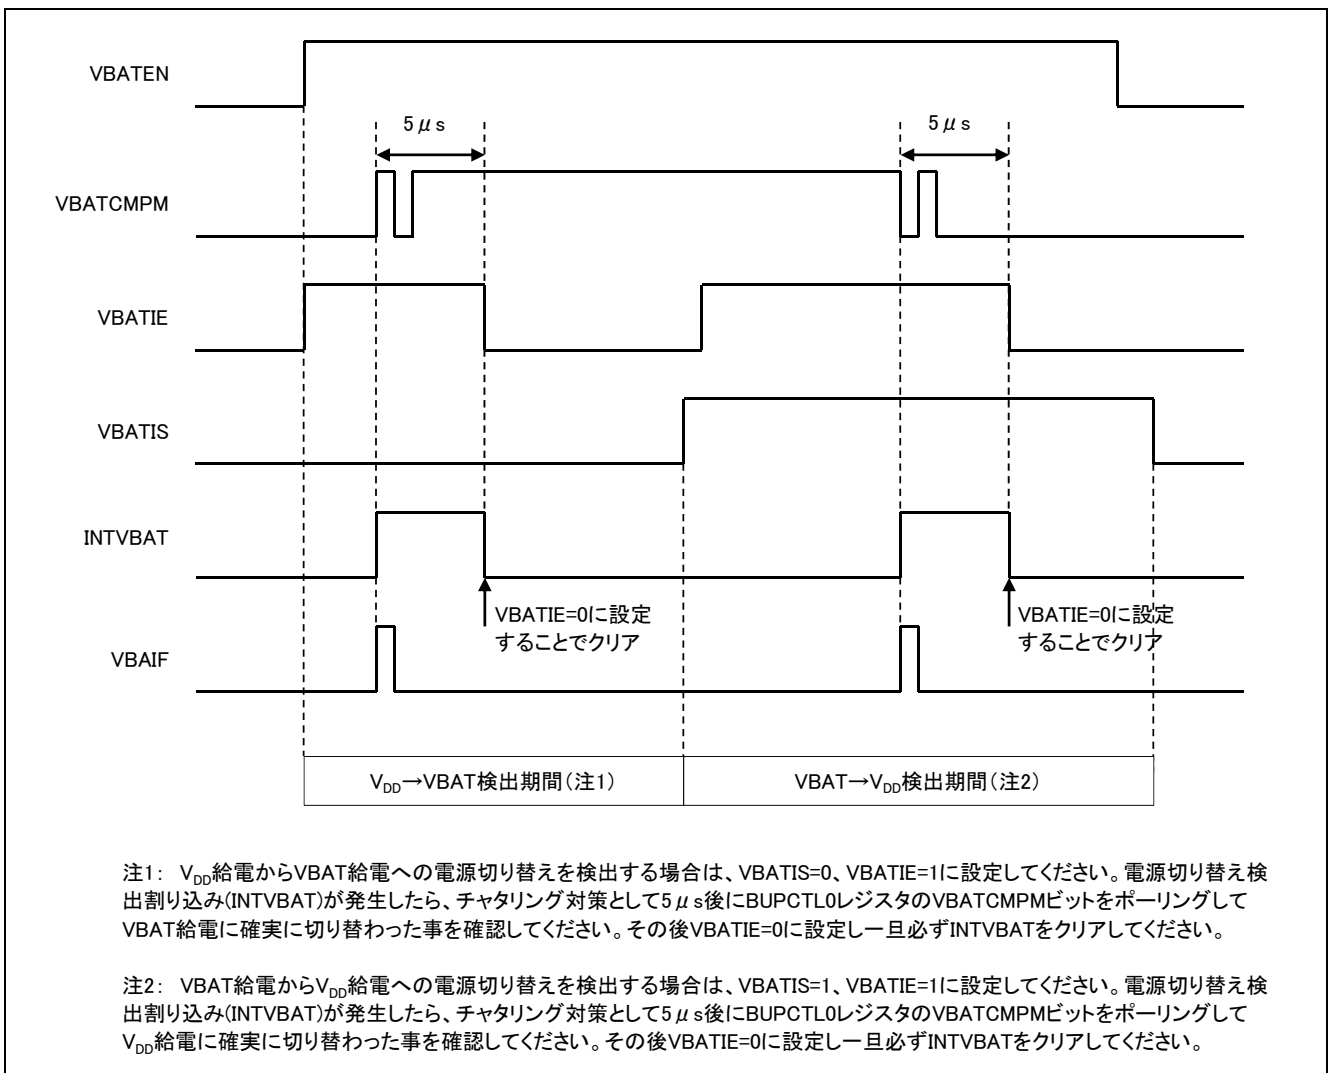

図 4.1 電源切り替え検出時のタイミングチャート
- 図 4.1に電源切り替え検出時のタイミングチャートを示します。電源切り替え検出割り込み処理では、電源切り替え用コンパレータ ($VBATCMPM$) のチャタリングを除去するために $5 \mu s$ 以上のウエイト処理を行います。